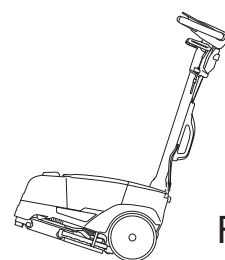

Fig.7
- Установите рукоятку в перпендикулярное машине положение. Наклоните машину назад (Рис. 7); перемещайте машину в нужном направлении.